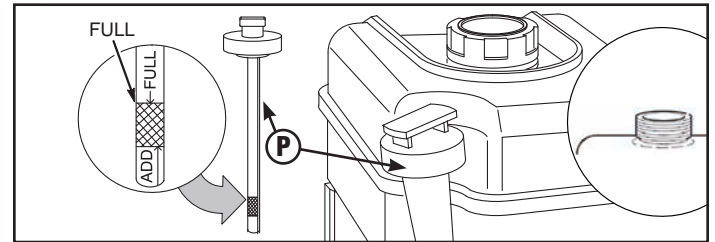

Figure 6
1. Retirez la jauge d'huile (P, Figure 6). Vérifiez le niveau d'huile. Le niveau d'huile doit être entre les marques PLEIN et AJOUTER. Remplacez la jauge d'huile.